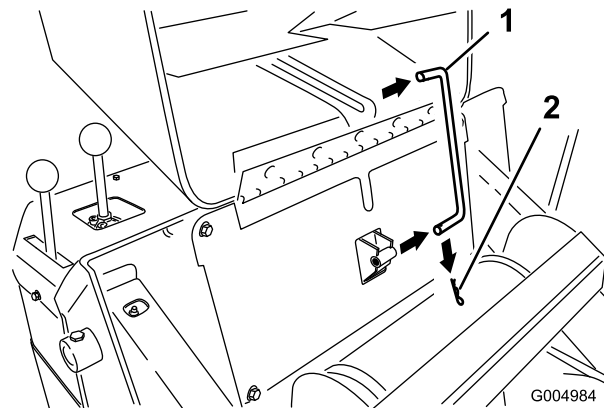

Figure 41
- Sortez la goupille fendue de l'extrémité de la béquille de capot et sortez la béquille des supports de retenue (Figure 41).